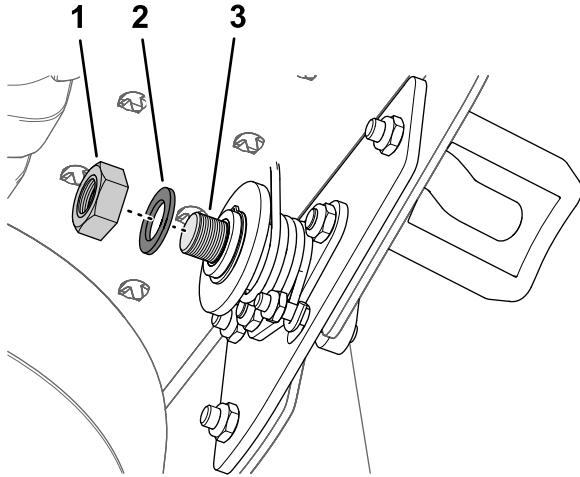

Рисунок 15
14. Прикрепите педаль блокировки к подножке и плите с втулками с помощью плоской шайбы ($\frac{5}{8}$ x 1 дюйм) и контргайки ($\frac{5}{8}$ дюйма); см. Рисунок 15.